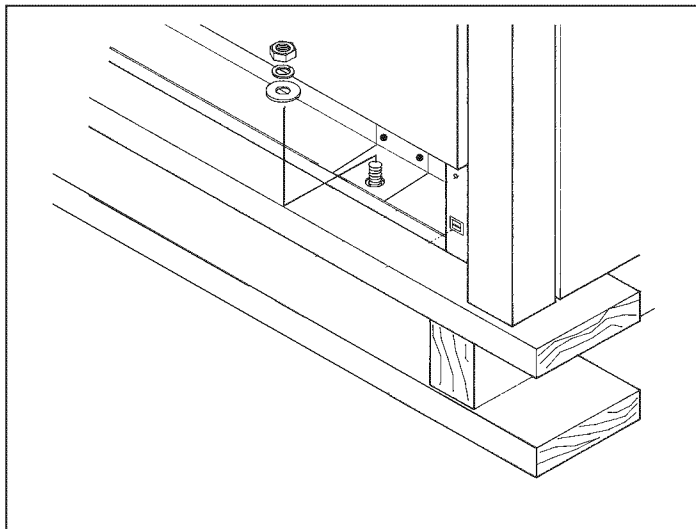

Figure 4 : Retrait des deux boulons avant
- Retirez l'emballage externe et le matériel d'emballage de l'appareil. Les cuisinières à combustion jumelée sont fixées sur une palette à l'aide de quatre (4) boulons (consultez les figures 4 et 5). Pour accéder aux deux boulons avant, enlevez la plaque de protection. Pour enlever cette plaque, dévissez les deux vis qui se trouvent sous les coins inférieurs de la cavité du four. Après avoir enlevé les boulons, soulevez la cuisinière et retirez-la de la palette.